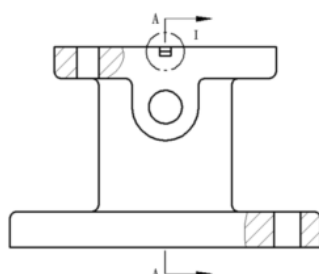

图 4.7.43 创建局部剖视图 2
Step7. 参照 Step6 的详细操作步骤, 创建局部剖视图 2, 结果如图 4.7.43 所示。